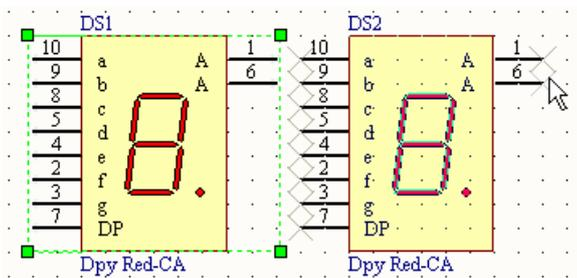

图 3-39 拖动复制
- 其他复制操作：其实要想快速的在绘图区放置相同的元件最快捷的方法是按住【Shift】键的同时用鼠标左键拖动相应的器件，如图 3-39，此时元件的标号会自动增加。